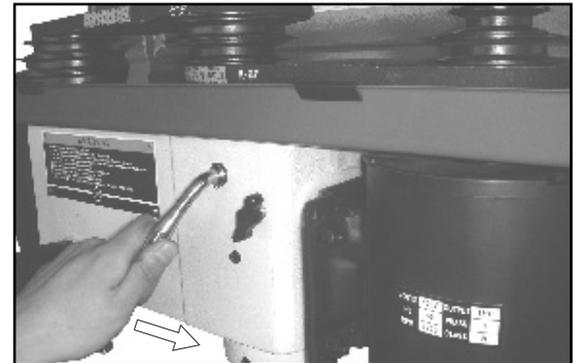

Figure 7
6. Desserrez les poignées de blocage de chaque côté de la tête de la perceuse. Relâchez la tension de la courroie en déplaçant le levier de droite à gauche (Figure 7).